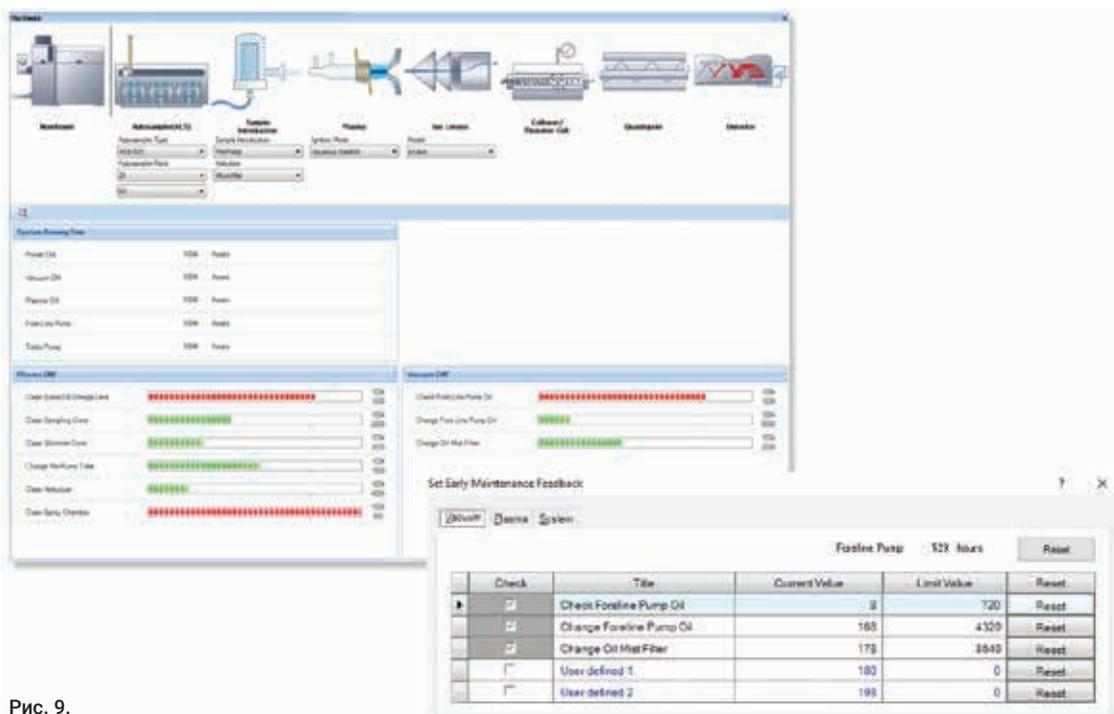

Рис. 9.
**Система заблаговременного оповещения о необходимости профилактического обслуживания.** Специальное программное обеспечение Agilent напомнит о техобслуживании — система заблаговременного оповещения о необходимости профилактического обслуживания (EMF). В окне EMF отображаются условия использования различных компонентов и прогнозируется проведение техобслуживания. Обычно система используется для контроля состояния форвакуумного насоса, замену масла в котором рекомендуется выполнять каждые полгода, однако при необходимости вы можете задать собственные настройки, поскольку система полностью адаптивна (Рисунок 9).